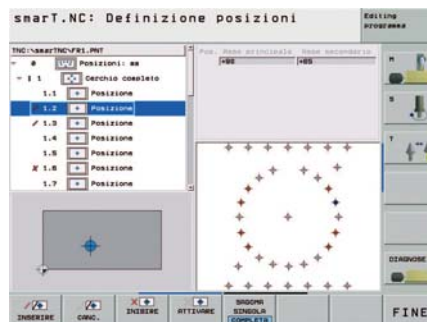

Figura 10: disattivazione di singole posizioni di lavorazione
- All'interno della struttura ad albero è possibile selezionare singolarmente qualsiasi punto. In questo modo la posizione di lavorazione può essere disattivata o bloccata completamente (figura 10).